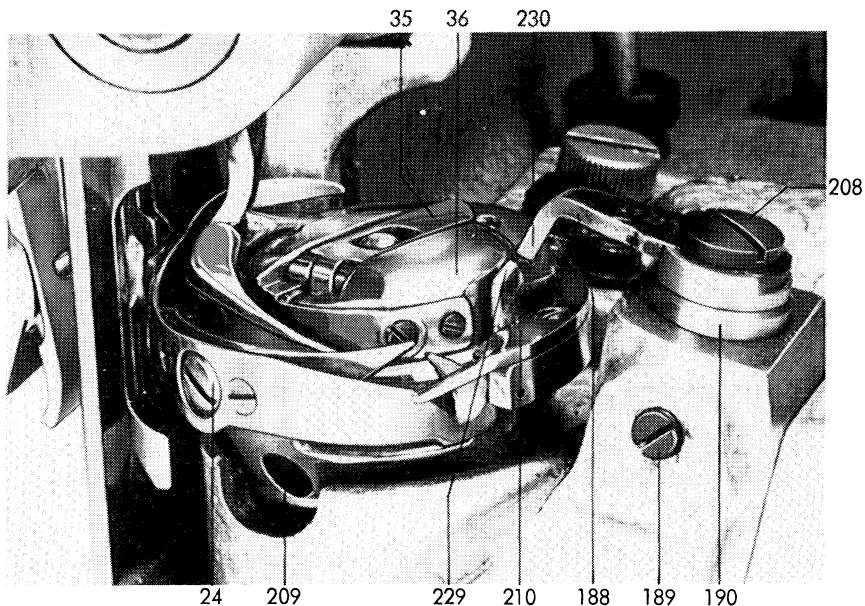

Abb. 9
5. Herausnehmen des Spulengehäuseoberteiles mit Spule (Abb. 9 u. 10)